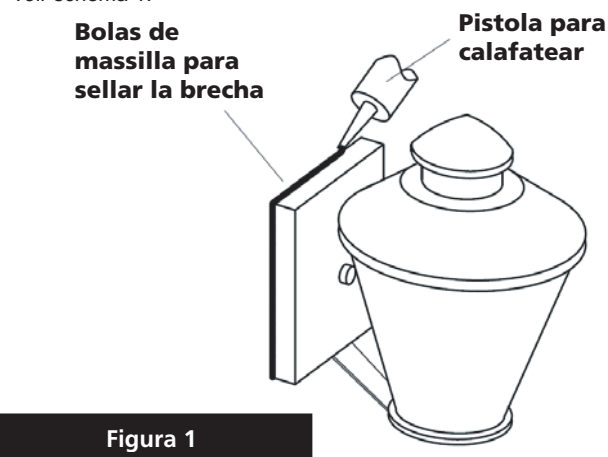

Figura 1
1. Conecte el cable de alimentación positiva **(A)** (normalmente negro o la cara lisa, sin marcas del cable de dos conductores) de plomo accesorio positivo **(B)** con un giro de tamaño adecuado en el conector – **Véase la Figura 1 y 2**.
Para conectar a tierra en un sistema eléctrico de 3 hilos, fije el cable de tierra del artefacto **(E)** (generalmente de cobre o verde recubierto de plástico) a la brida de montaje accesorio **(M)** con el tornillo de tierra **(S)** – **Véase la Figura 1**.